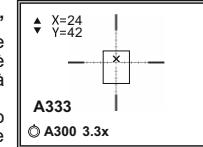

Fig.5
10) Ruotando il controller spostate la croce ausiliaria relativamente al reticolo perfino la croce ausiliaria non coincide con il punto d'impatto (**vedi fig.5**).